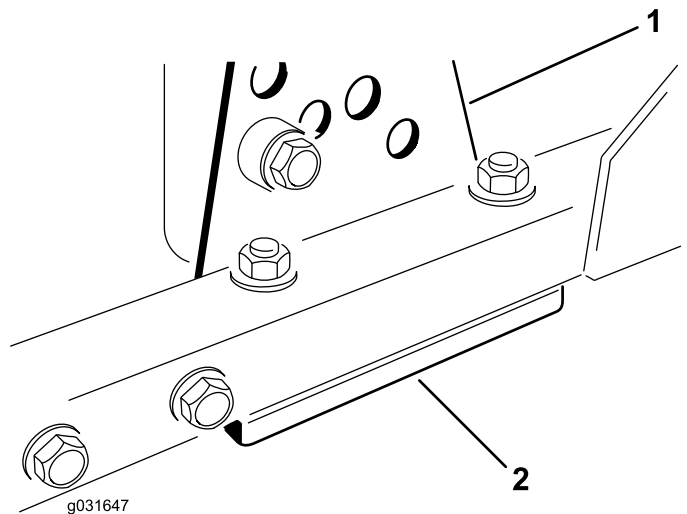

Figure 69
1. Retirez le support de hauteur de coupe (avant, gauche ou droit) du cadre du plateau de coupe (Figure 69).
2. Placez des cales de 1,5 mm et/ou une cale de 0,7 mm entre le cadre et le support du plateau pour obtenir la hauteur de coupe voulue (Figure 69).
3. Montez le support de hauteur de coupe sur le cadre du plateau en plaçant les cales restantes sous le support (Figure 69).